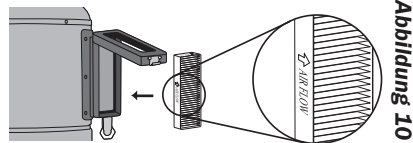

Abbildung 10
3. Setzen Sie den neuen Filter so ein, dass der Pfeil am Filterrand nach vorne zeigt (**Abbildung 10**).